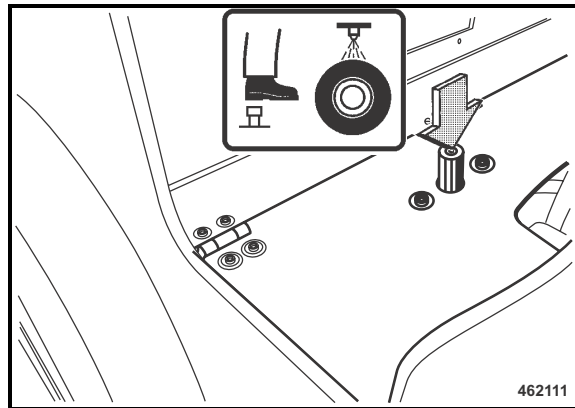

Fig. 85
- Actuate the foot switch (Fig. 85).